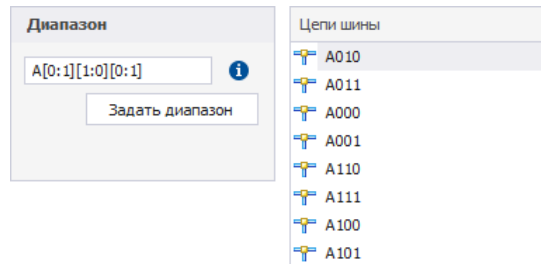

Рис. 183 Добавление диапазона матрицей
- матрицей – Prefix[Min:Max][Max:Min] или Prefix[Max:Min][Min:Max] и т.д., см. Рис. 183.